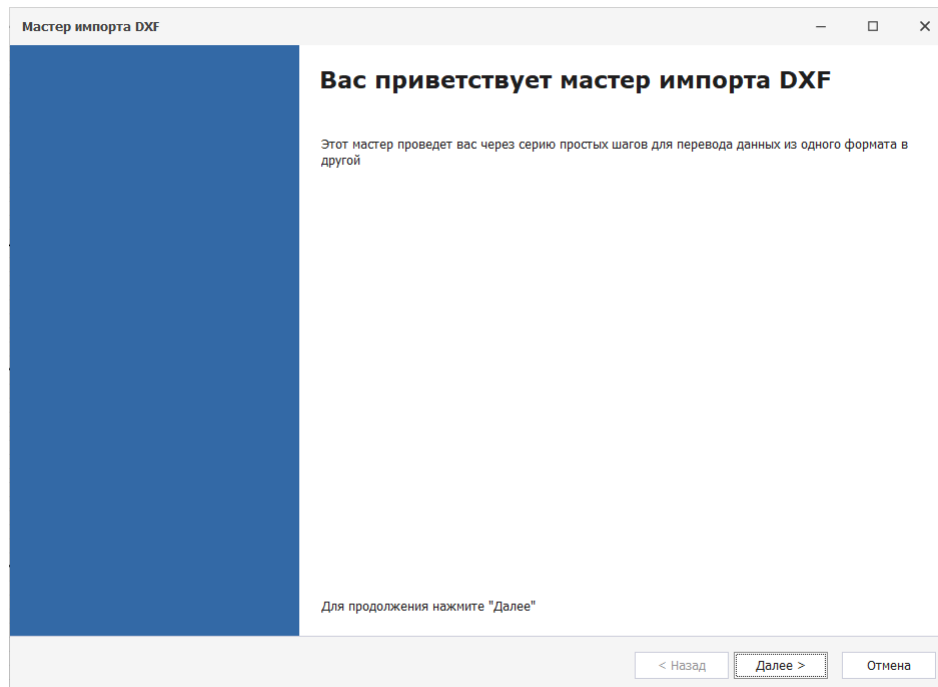

Рис. 48 Стартовое окно мастера импорта .dxf
- Нажмите кнопку «Далее» в открывшемся стартовом окне мастера «Импорт DXF», см. Рис. 48.